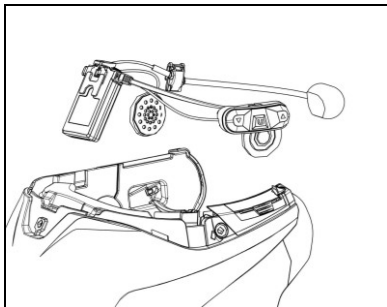

Fig. 7
- Sæt systemet ind i det relevante sæde bag på styrthjelm, og tryk det ned i bund i rilleskæringen (Fig. 7).